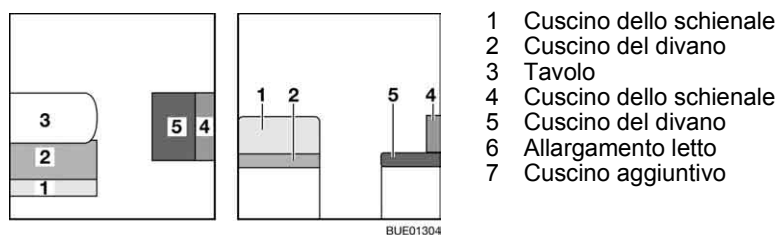

Fig. 126 Prima della trasformazione
- Trasformare il tavolo (Fig. 126,3) in struttura di supporto letto (vedi paragrafo 6.11).
- Rimuovere il cuscino dello schienale (Fig. 126,1) e posizionarli sul tavolo.